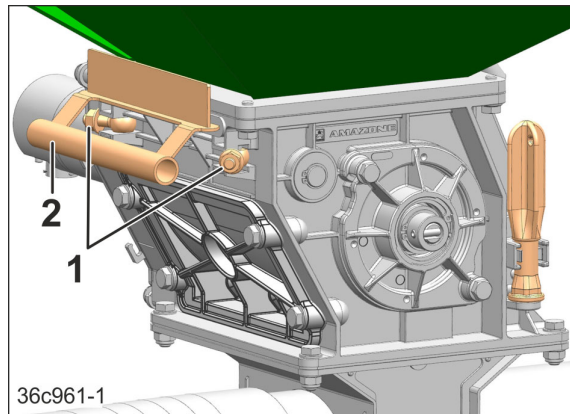

Fig. 142
1.2 Die Schrauben (Fig. 142/1) verschwenken.
1.3 Den Schieber (Fig. 142/2) bis zum Anschlag in den Dosierer schieben.